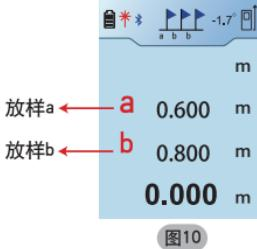

图10
1. 进入放样：长按 键，如图10所示；
1) 进入放样后，图10中放样a的图标闪烁，通过 键调整a的大小(长按 键可增加调整幅度)。调整完成后短按 键，放样a值被设定；
2) a设定后，图10中放样b的图标闪烁，通过 键调整b的大小(长按 键可增加调整幅度)，调整完成后短按 键，放样b值被设定，仪器开始放样。